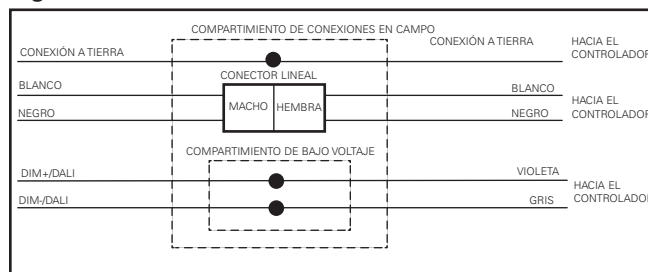

Figura 9.
4. Alimentación de 120 V o 277 VCA: Conecte el cable blanco con el blanco, el negro con el negro y el verde (del suministro eléctrico) con el cable pelado de cobre en la caja de derivación. El desconector lineal viene marcado con blanco (común) y negro (vivo) (Figura 9.). Si la luminaria va a encenderse desde un interruptor de pared, conecte el cable de alimentación negro al interruptor.
- a. Para un regulador de 0-10 V, utilice el cable violeta para el DIM+ y el gris para el DIM-, en el compartimiento de voltaje bajo (Figura 9.).
- b. Para un regulador DALI, utilice los cables violeta y gris. El código de colores no tiene importancia (Figura 9.).